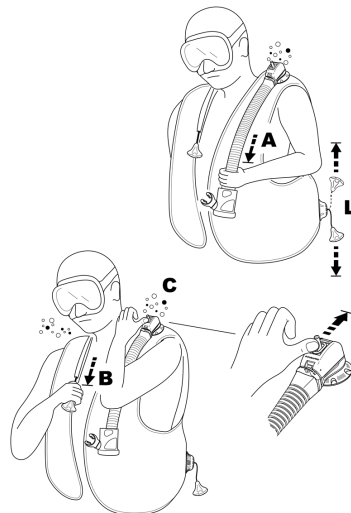

fig. 7
Arrêtez-vous et mettez-vous en position verticale dans l'eau. Lorsque c'est fait, ouvrez la soupape de purge manuelle en tirant doucement vers le bas l'ensemble de la soupape buccale/de pression (fig. 7-A). Il n'est pas nécessaire d'utiliser une force excessive pour tirer sur l'ensemble du flexible. Le déplacement de la soupape est limité, et tirer plus fort n'augmentera pas le flux d'air. Pour fermer la soupape de purge manuelle, arrêtez de tirer vers le bas et relâchez.
- La soupape de purge double SCUBAPRO® (brevetée) possède une broche manuelle de sécurité en haut (fig. 7-C) qui, en la poussant vers le haut, libère l'air en cas de défaillance du système de purge manuelle (câble coupé, broche défaillante, etc.) ou lorsque vous respirez dans un Air 2.
- a) une traction douce sur l'ensemble du flexible (fig. 7-A)
- b) une poussée sur la tige qui ressort du boîtier de la soupape (fig. 7-C) (breveté) : ce système peut également être utile pour purger l'air d'un autre plongeur qui rencontre des problèmes (panique, plongeur débutant, perte de conscience, etc.)
La soupape de purge qui se trouve sur l'épaule droite, si elle existe, est activée en tirant doucement sur le bouton qui est attaché par une lanière à la soupape elle-même (fig. 7-B). Pour faire fonctionner l'une ou l'autre des soupapes de purge, orientez celle-ci de manière à ce qu'elle soit légèrement plus haute que l'air qui se trouve dans le gilet. Activez la soupape
de purge jusqu'à ce que la flottabilité désirée soit atteinte. Pour refermer la soupape, arrêtez de tirer ou de pousser (fig. 7-B)
Soupape de purge basse (fig. 7-L)